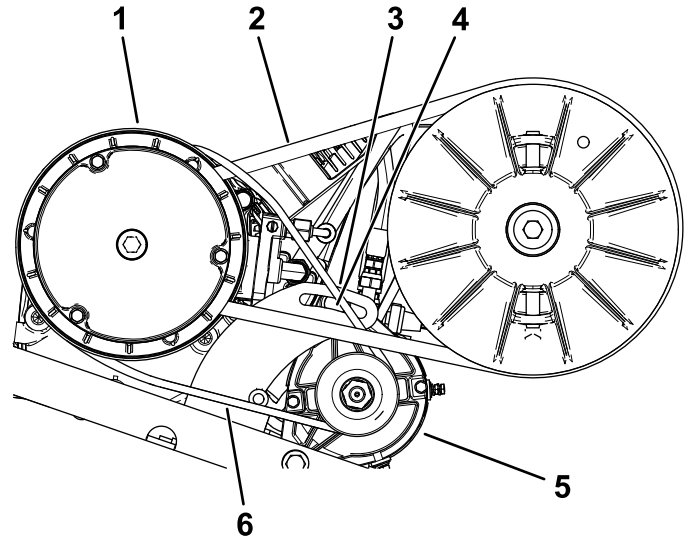

图 67
2. 拧松启动发电机的枢轴螺母（图 67）。
4. 向下压撬棍将启动器向下转入槽中，直至当施加 44N 的力量时，皮带张紧力仅允许 6mm 的皮带下压（图 67）。
5. 用手拧紧枢轴螺母，并取下撬棍（图 67）。